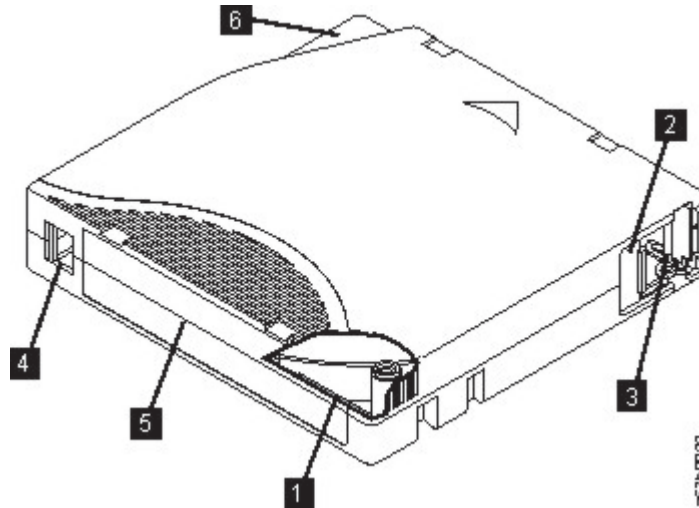

Abbildung 86. LTO-Datenkassette
In Abb. 86 werden die LTO-Datenkassette und ihre Komponenten gezeigt.
Die Kassettenklappe ( **2** in Abb. 86 auf Seite 159) schützt das Band gegen Verschmutzung, wenn sich die Kassette außerhalb des Laufwerks befindet. Hinter der Klappe ist das Band an einem Bandmitnehmerstift ( **3** in Abb. 86 auf Seite 159) angebracht. Wird die Kassette in das Laufwerk eingelegt, zieht ein Einfädungsmechanismus den Stift (und das Band) aus der Kassette über den Laufwerkopf und auf eine nicht entfernbare Aufrollspule. Der Laufwerkopf kann dann Daten von dem Band lesen oder auf das Band schreiben.
Der Schreibschutzschalter ( **4** in Abb. 86 auf Seite 159) verhindert, dass Daten auf das Band geschrieben werden können. Weitere Informationen enthält „Schreibschutzschalter“ auf Seite 164.
Auf dem Etikettbereich ( **5** in Abb. 86 auf Seite 159) kann ein Etikett angebracht werden. .
Die Einlegeführung ( **6** in Abb. 86 auf Seite 159) ist ein großer Bereich mit einer Kerbe, der verhindert, dass die Kassette falsch eingelegt wird.
LTO-Bandkassetten haben einen vertieften Bereich an der Vorderseite der Kassette neben dem Schreibschutzschalter. Bringen Sie das Barcodeetikett mit selbstklebender Rückseite auf diesem Bereich an. Bringen Sie das Etikett nur auf dem vertieften Etikettbereich an (siehe **5** in Abb. 86 auf Seite 159). Ein Etikett, das über den dafür vorgesehenen Bereich hinausragt, kann zu Ladeproblemen im Laufwerk führen.
- Bringen Sie das Etikett auf dem vertieften Etikettbereich an (**5** in Abb. 86 auf Seite 159).